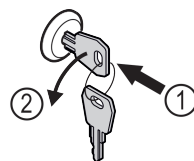

Fig. 179
- ▶ Włożyć kluczyk. Fig. 179 (1)
- ▶ Przekręcić kluczyk o 90° w lewo. Fig. 179 (2)